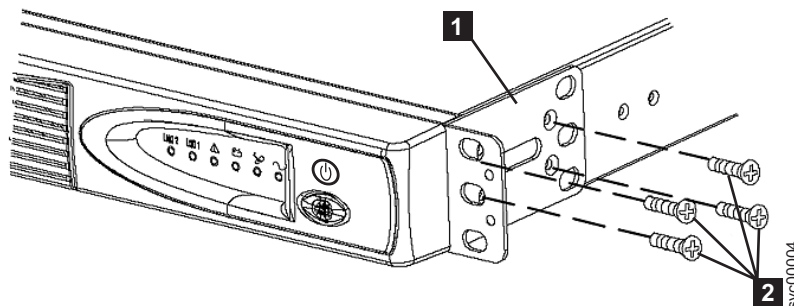

図 8. 2145 UPS-1U 用サポート・レールのラックへの取り付け
3. 取り付けブラケットごとに 4 つの M3 × 6 ねじ **2** を使用して、取り付けブラケット **1** の長い側を 2145 UPS-1Uの各側面に取り付けます (図 8 を参照)。